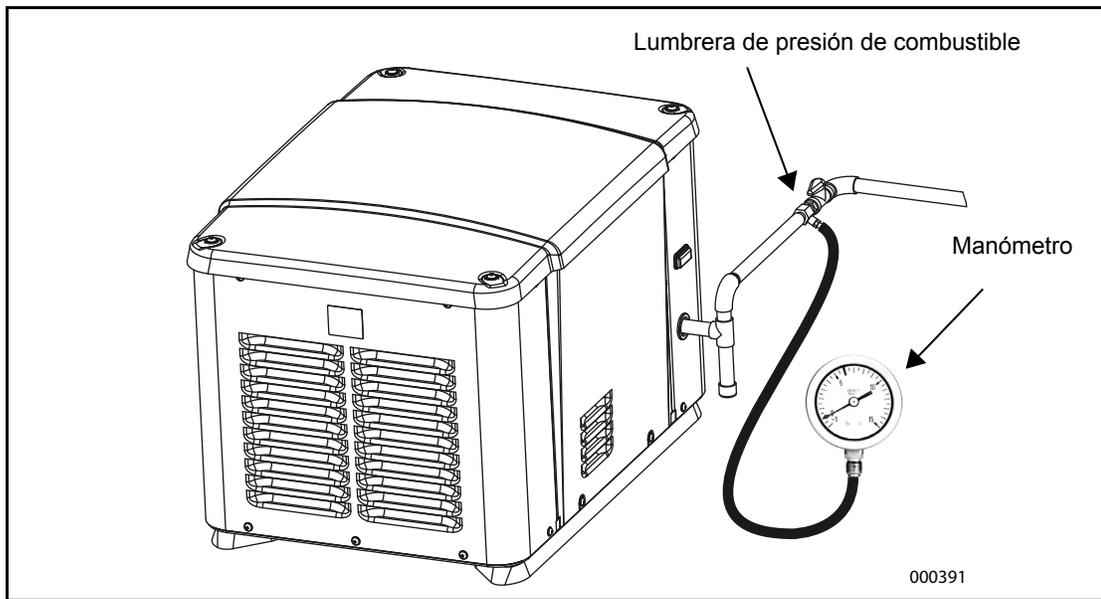

Figura 5-6. Comprobación de presión con el manómetro
- Retire del regulador la lumbrera de prueba de presión de gas superior (vea la (Figura 5-6.) e instale el probador de presión de gas (manómetro).